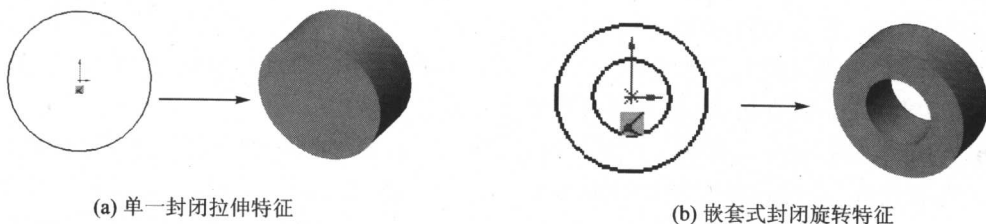

图 1-18 封闭式草图
① 封闭式草图：用于表示拉深特征、旋转特征等的截面形状。封闭式草图又可以分成单一封闭、嵌套式封闭等，如图 1-18 所示。